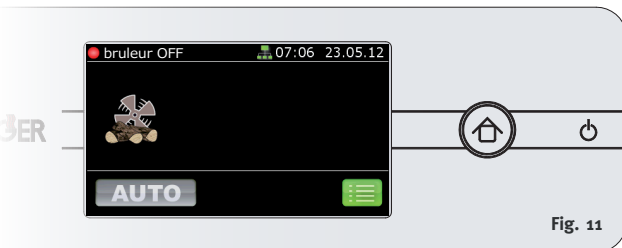

Fig. 11
2. Un **symbole ventilateur** apparaît sur **l'écran d'accueil**.(Fig. 11)